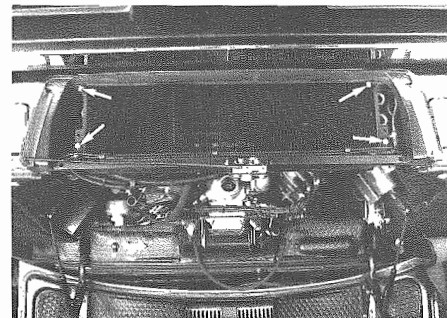

Fig. 6 - Viti fissaggio condensatore
- Allentare le viti di fissaggio (**Fig. 6**). Smontare il condensatore ed estrarlo verso l'alto.
- Loosen fixing screws (**Fig. 6**). Remove condenser from the top.